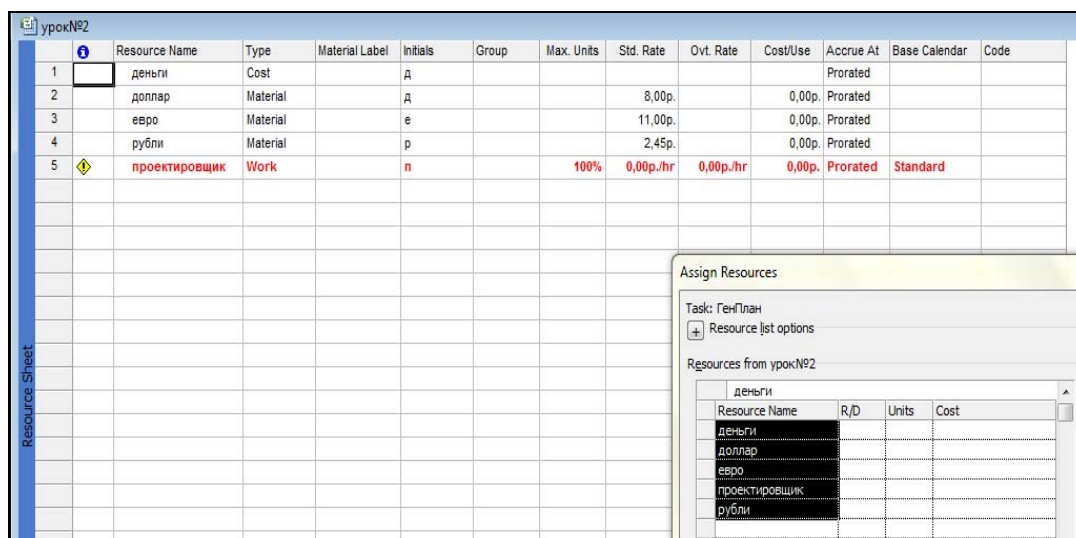

Рисунок 14 – Создание ресурса «проектировщик»
4. Установить на задачу ГенПлан, вызвать вновь окно «Ресурсы» щелчком правой клавиши. Видим, ресурс проектировщик «окрасился» в красный цвет. Это говорит о том, что ресурс перегружен работой (рис. 14).